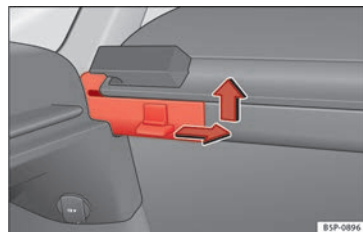

Abb. 106 Ausbau der Ablage.
- Drücken Sie den seitlichen Stift in Pfeilrichtung, heben Sie die Ablage an und nehmen Sie sie ab »» **Abb. 106**.